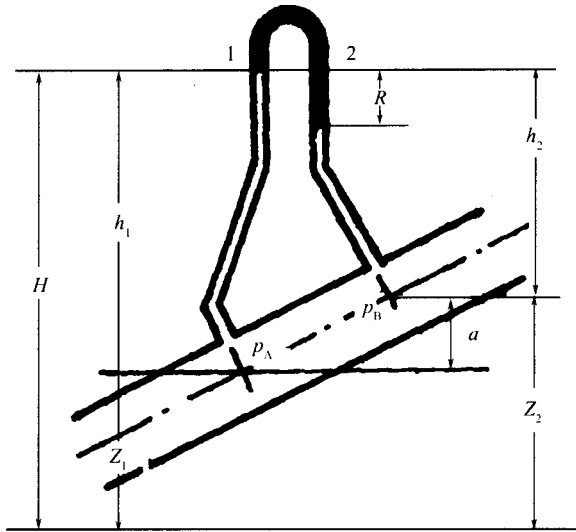

图 1-3
25. 如图 1-3 所示，在断面 A 和 B 处接一空气压差计，其读数为 R ，两测压点间垂直距离为 a ，则 A、B 两点间压差为_____。